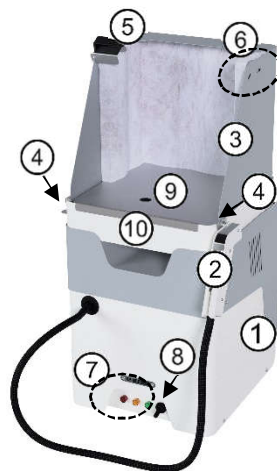

Рис.2
- для настенного размещения аппарата рекомендуется специализированная полка ПОЛКА 1.2 УПС (рис. 2, по дополнительной заявке).
☒ Рекомендуется ПОЛКА 1.2 УПС (16, рис.2)